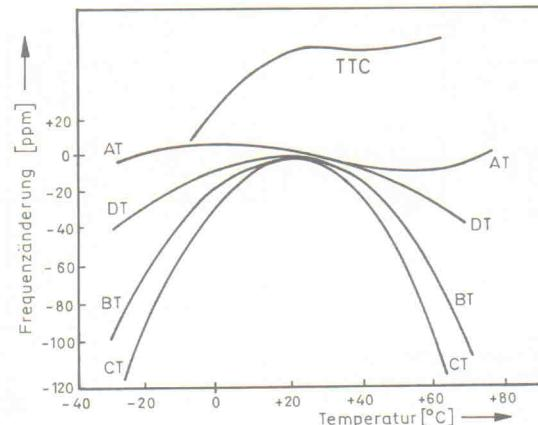

Bild 3. Temperaturkoeffizient verschiedener Quarzschnitte.
– Die sonstigen Schnitte des Typs BT, CT und DT dienen hauptsächlich zur Herstellung von Quarzen mit niedriger Resonanzfrequenz; der Temperaturkoeffizient ist relativ groß (Bild 3).